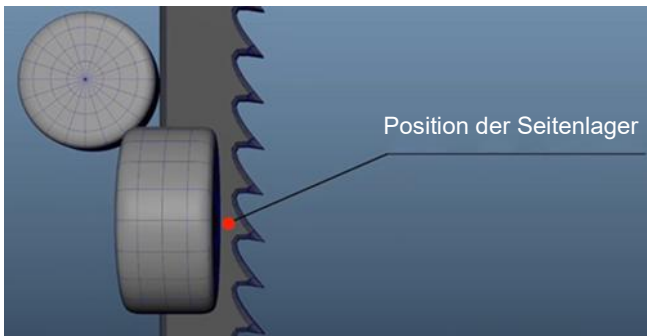

Abb. 51
2. Bewegen Sie die Führungsbaugruppe nach vorne/hinten, bis das Seitenlager direkt hinter den Sägezähnen sitzt (ca. 1,59 mm) (Abb. 51)